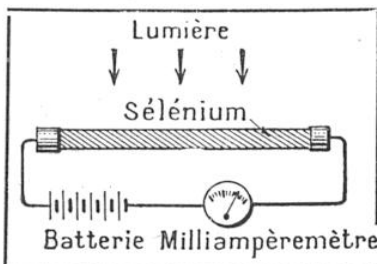
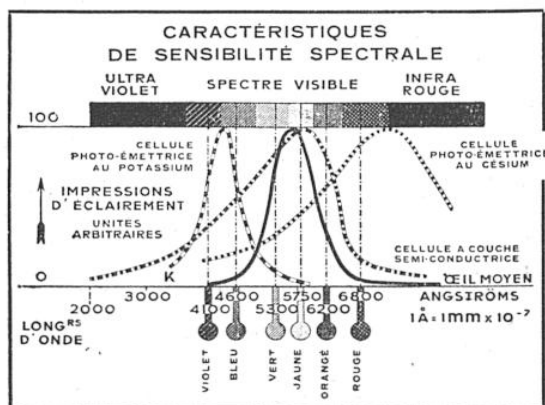

FIG. 2. - REPRÉSENTATION SCHE-
FIG. 4. — SENSIBILITÉS DES DIVERSES CELLULES SUIVANT LES RADIATIONS
Les cellules photorésistantes, construites comme le montre la figure 2, sont particulièrement sensibles aux radiations de grandes longueurs d'onde, de l'ordre de 7.000 à 8.000 angströms (1) — rouge et rouge sombre (fig. 4). Avec les cellules au thallium, et grâce à certains artifices, on est parvenu à placer le maximum de sensibilité vers 11.000 angströms, soit dans l'infrarouge que l'œil humain ne peut percevoir.
Parmi ces cellules à couche d'arrêt, certaines, dont le semi-conducteur est à base de sélénium, présentent un intérêt particulier, car elles ont à peu près la même sensibilité spectrale que l'œil humain, avec un maximum, dans le jaune, entre 5.500 et 6.000 angströms. Elles pourront donc être utilisées avantageusement en photométrie, pour la comparaison et l'étude des sources lumineuses (fig. 4).
La sensibilité des cellules photoémettrices, qui varie avec la longueur d'onde de la lumière, dépend essentiellement de la nature de la couche sensible. Elle diffère toujours beaucoup de celle de l'œil humain. Ainsi les cellules au potassium ont leur maximum de sensibilité dans le bleu, celles au césium dans le rouge et l'infrarouge (fig. 4). La position de ce maximum semble dépendre surtout de la présence d'impuretés dans la couche sensible, surtout des gaz qu'elle peut fixer et, en particulier, de l'hydrogène. Actuellement, on soumet les cathodes de métaux alcalins à une décharge lumineuse dans l'hydrogène. Il se forme alors des hydrures plus ou moins compliqués, la couche de potassium prenant une couleur bleu-vert, celle de sodium une couleur marron-noir, etc.